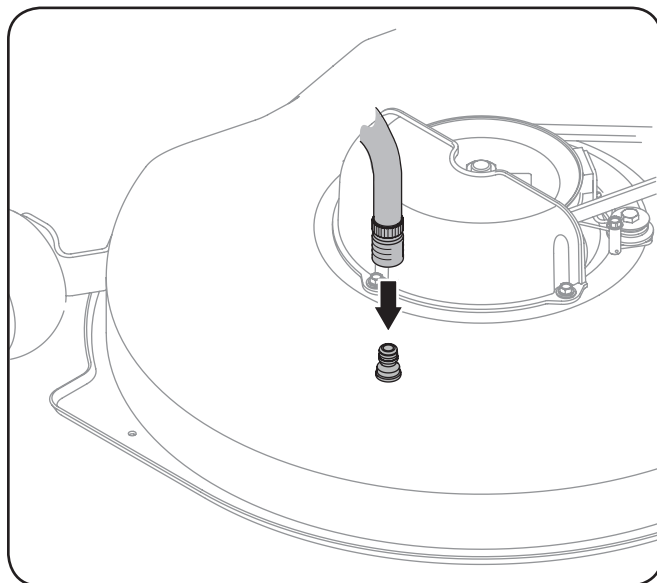

Figura 6-3
4. Una el acople de la manguera al puerto de agua sobre la superficie de la cubierta. Vea la Figura 6-3.